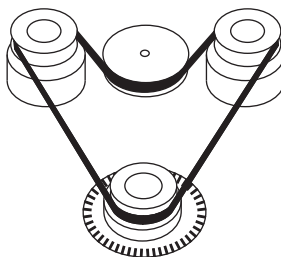

Рис.2 Расположение пассика
6.6 Замена резинового пассика (рис. 2):